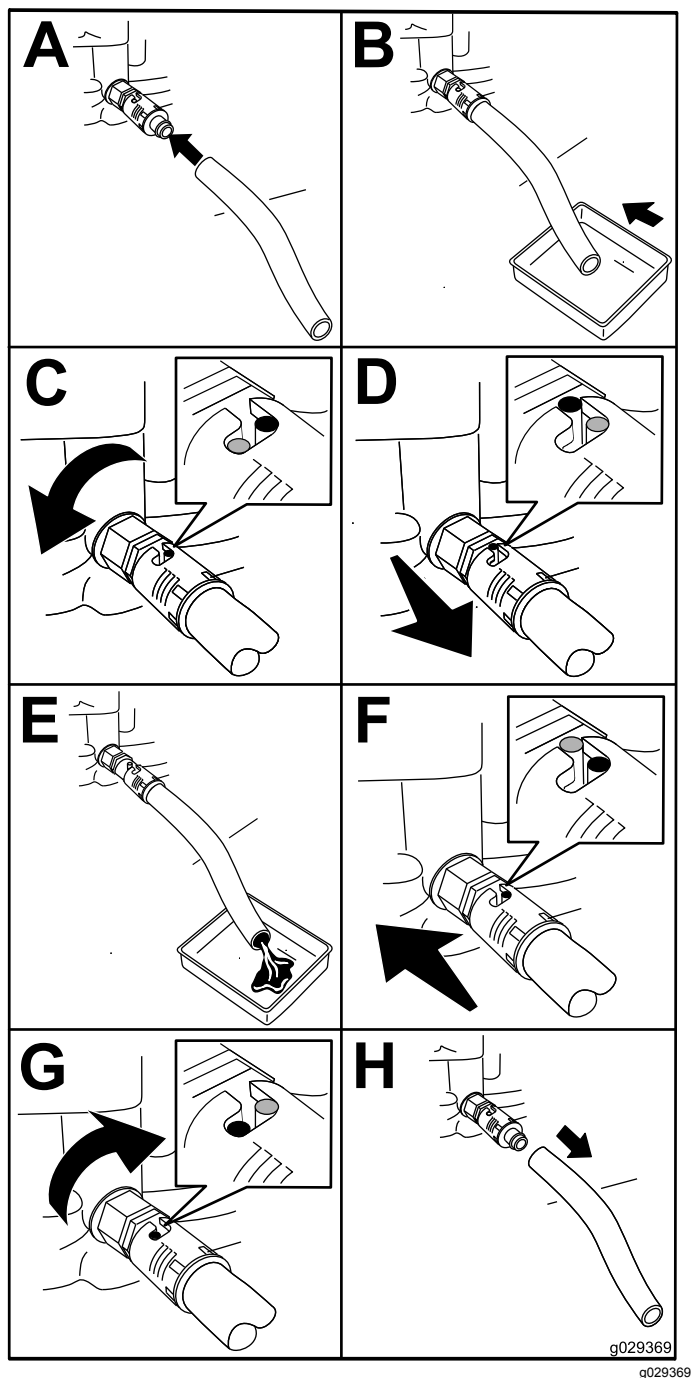

Рисунок 40
4. Слейте масло из двигателя (Рисунок 40).